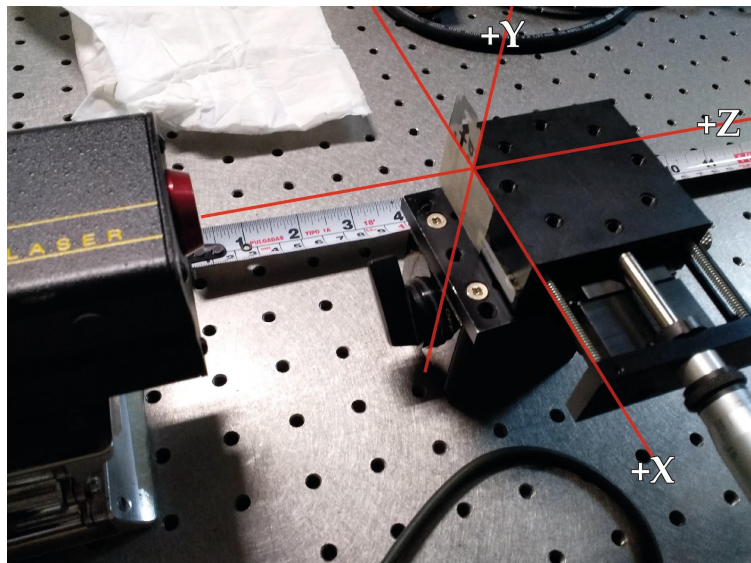

Figura 5. A) Tornillo micrométrico, el tambor cuenta con 25 pasos de $25\ \mu\text{m}$ cada uno.
4. Una vez alineada la navaja y cuidando que la posición de esta no varíe, y utilizando la perilla micrométrica de la base, ver figura 5.A, hacemos que la navaja cubra poco a poco el haz de luz, para cada uno de los pasos del tambor del tornillo micrométrico, cree un libro de Excel, en donde deberá crear una tabla con las distancia recorrida de la navaja en el eje X (figura 5.B) y la intensidad que marca la interfaz del medidor de potencia en dicha distancia del recorrido (Tabla 1).